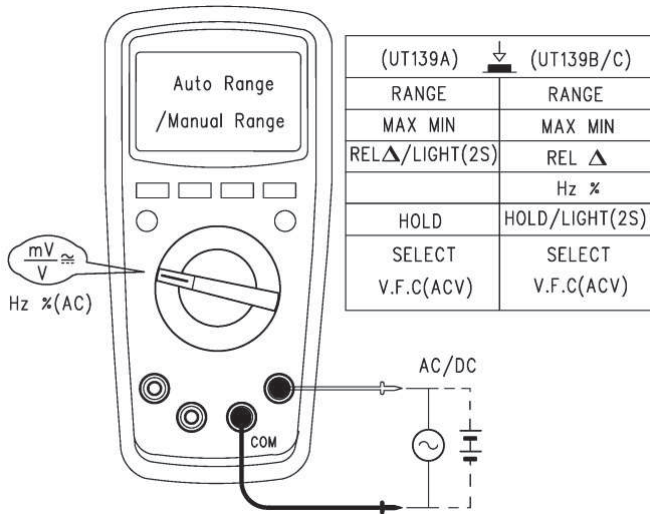

Рисунок 3
9.1. Измерение переменного и постоянного напряжения (см. рисунок 3)